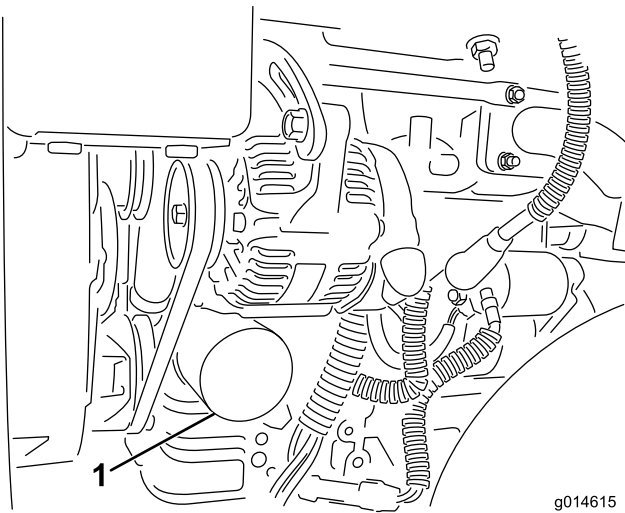

Figure 43
- Déposez le filtre à huile (Figure 43). Appliquez une fine couche d'huile sur le joint du filtre de rechange.